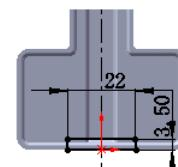

图 16.6.43 横断面草图
- ② 定义横断面草图。在草图环境中绘制图 16.6.43 所示的横断面草图。
- (3) 定义切除深度属性。在“切除—拉伸”对话框 **方向1** 区域的  下拉列表中选择 **完全贯穿** 选项。
- (4) 单击对话框中的  按钮，完成切除—拉伸 1 的创建。